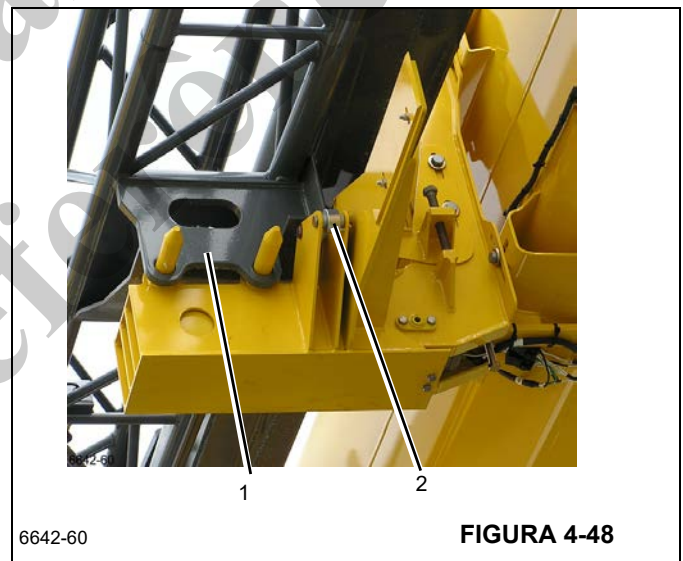
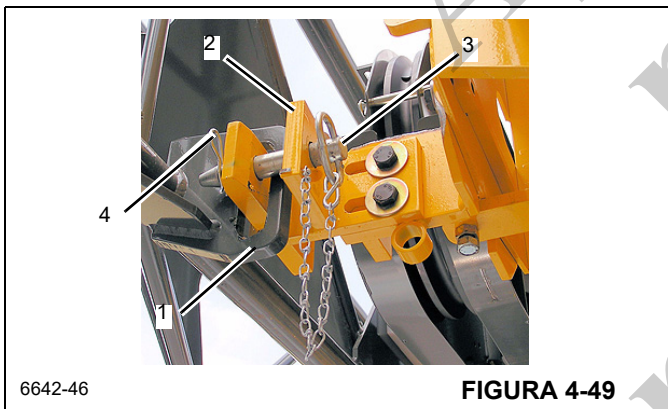

FIGURA 4-48
FIGURA 4-49
9. Eleve a lança para assegurar que a placa de desgaste se apoie na placa amortecedora na rampa Figura 4-48.
10. Retraia completamente a lança, de forma que a extensão da lança (1, Figura 4-48) seja armazenada na rampa (2) e nos suportes de armazenamento dianteiros.
Se a extensão da treliça da lança de 33 pés (1, Figura 4-48) não engatar corretamente na rampa (2, Figura 4-48) ou não se alinhar com o suporte de retração dianteiro (2, Figura 4-49), **PARE**. NÃO continue a retrair as extensões da lança até que elas estejam devidamente presas nesses dois pontos.
12. Remova o pino de armazenamento de seu suporte no corpo dianteiro. Prenda a extensão da treliça (1, Figura 4-49) ao suporte de retração dianteiro (2) da lança usando o pino de retração (3) e o pino com grampo (4).
Nunca remova os pinos de armazenamento dos olhais do lado direito da extremidade da lança (1, Figura 4-49) até que a extensão da treliça de 33 pés (10,1 m) tenha sido corretamente fixada na rampa de armazenamento (2 Figura 4-48) e no suporte de armazenamento dianteiro (2, Figura 4-49).